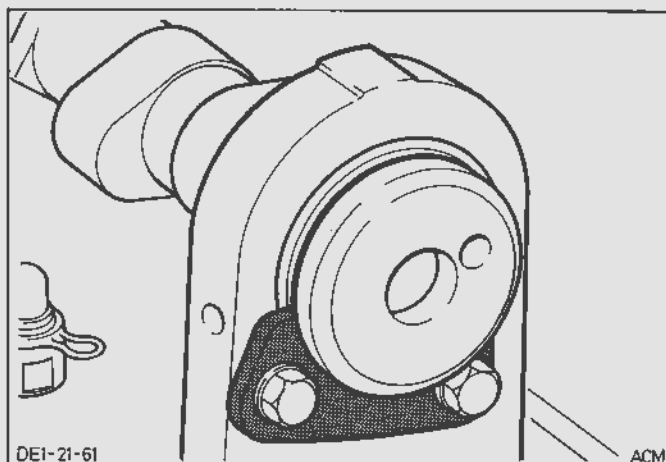

Fig.97. Knastaksel trykplade
9. Afmonter knastakslens trykplade, Fig.97.